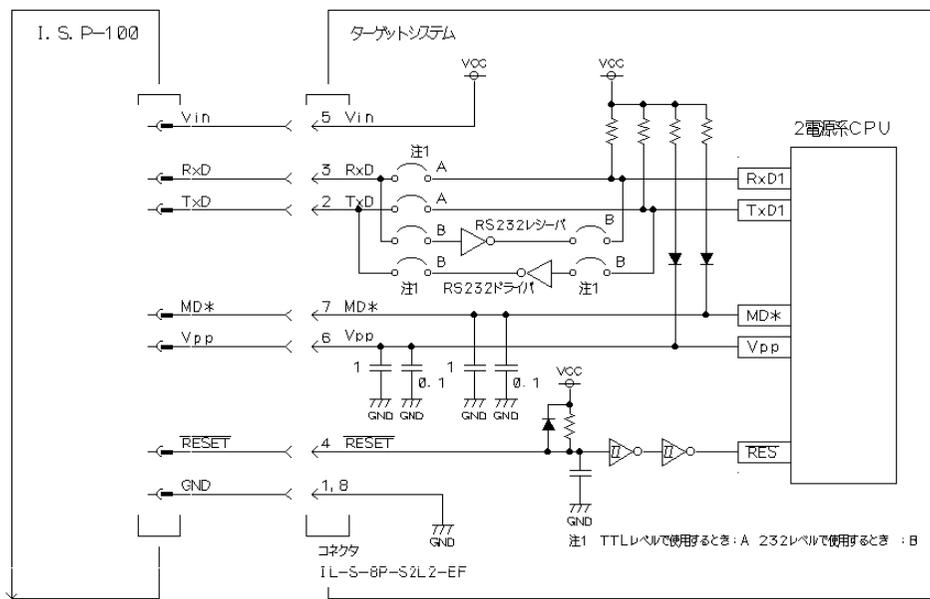

Fig. 3
- (1) Fig. 3を参照に回路を構成下さい。推奨接続コネクタは IL - S - 8P - S2L2 - EF (JAE製)です。
- (2) Vpp端子、MD\*端子を通常動作時Vccへプルアップして使用する場合は、書込み時に12Vが印可されますのでVccラインへの逆電流を防止するためダイオードを挿入して下さい。プルアップは約10k程度が必要です。
- (3) Vpp端子、MD\*端子は、オーバーシュート、ノイズ除去の為CPUの端子近くにコンデンサを挿入下さい
- (4) /RES端子はオープンコレクタ出力のため約10k程度プルアップが必要です。
- (5) SCI端子は232レベルとTTLレベルが選択されます。システムと接続される前に選択下さい。接続してからの切替は絶対行わないで下さい。
- (6) 通常動作時SCIを使用する場合切替回路が必要です。
- (7) TTLレベルはシステムの電圧に併せて5V / 3Vが選択されます。システムと接続される前に選択下さい。接続してからの切替は絶対行わないで下さい。
- (8) Vinの電流量は数mA程度必要です。(18,外部インターフェイスを参照下さい)